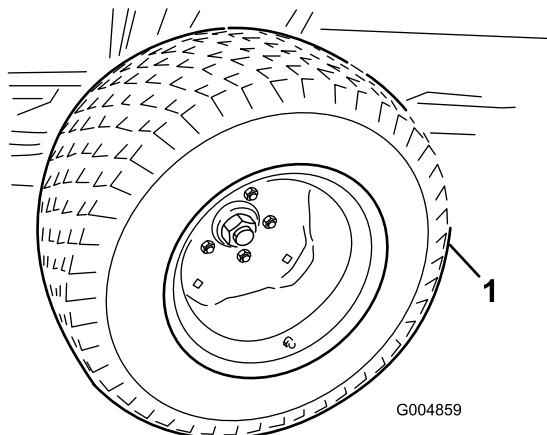

Bild 48
11. Wenn der Winterrahmen am Hinterrahmen anliegt, heben Sie den Wagenheber so weit an, dass Sie die Sommerreifen entfernen können (Bild 48).